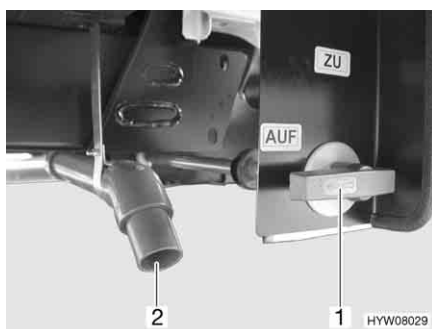
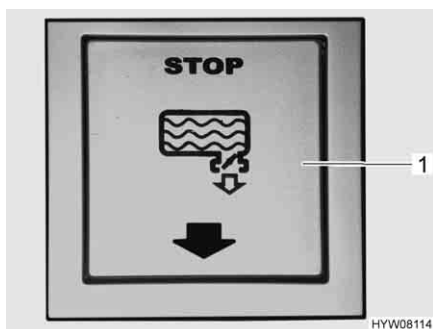

Fig. 211 Leva di comando e tubo di scarico del serbatoio delle acque grigie
Fig. 215 Tasto di comando per il serbatoio delle acque grigie
Per lo scarico delle acque grigie, a seconda del modello, sul lato destro o sinistro del veicolo si trovano un rubinetto di scarico (Fig. 211,1) e un tubo di scarico (Fig. 211,2) con collegamento per il tubo di gomma per lo scarico.
Il tasto di comando (Fig. 215,1) è montato nel garage di coda/nel gavone di coda.
- Fissare il tubo di gomma per lo scarico al tubo di scarico (Fig. 211,2).
- Aprire il rubinetto di scarico. A tal fine ruotare la leva di comando (Fig. 211,1 o Fig. 213,2) del rubinetto di scarico di un quarto di giro oppure estrarre la leva di comando (Fig. 214,1). Per i modelli con tasto di comando premere e tenere premuto il tasto di comando (Fig. 215,1). Le acque grigie fuoriescono.
- Dopo il deflusso completo delle acque grigie, richiudere il rubinetto di scarico. A tal fine ruotare la leva di comando (Fig. 211,1 o Fig. 213,2) del rubinetto di scarico di un quarto di giro in senso orario oppure premere verso l'interno la leva di comando (Fig. 214,1). Nei modelli con tasto di comando rilasciare il tasto di comando (Fig. 215,1).